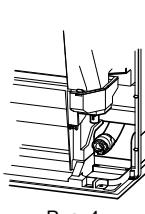

Рис. 4
- При прокладке дренажного трубопровода, убедитесь, что дренажный шланг (1) проложен в соответствии с рисунком. (Рис. 4)
- Развалцовка (Рис. 4, 5). Полностью соблюдайте размеры медной трубы, указанные в таблице. Выберите А мм из таблицы в соответствии с используемым инструментом.